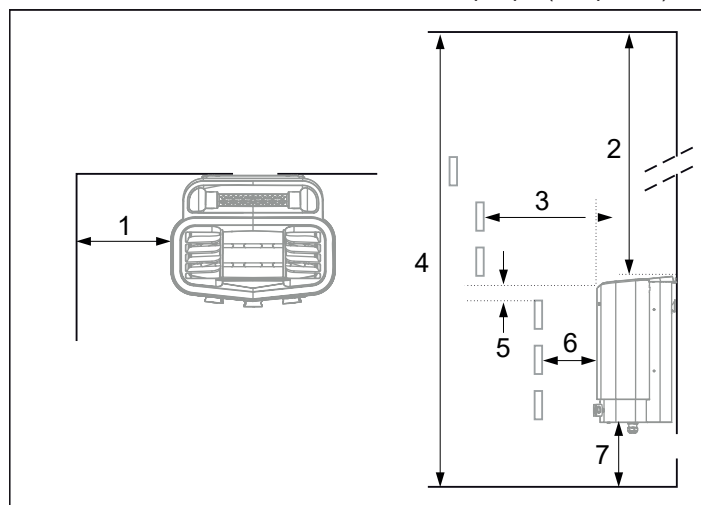

Рис. 2: Размещение нагревателя - обычная установка
- Установите устройство на безопасном расстоянии от пола, боковых стен и элементов интерьера (см. рис. 2).